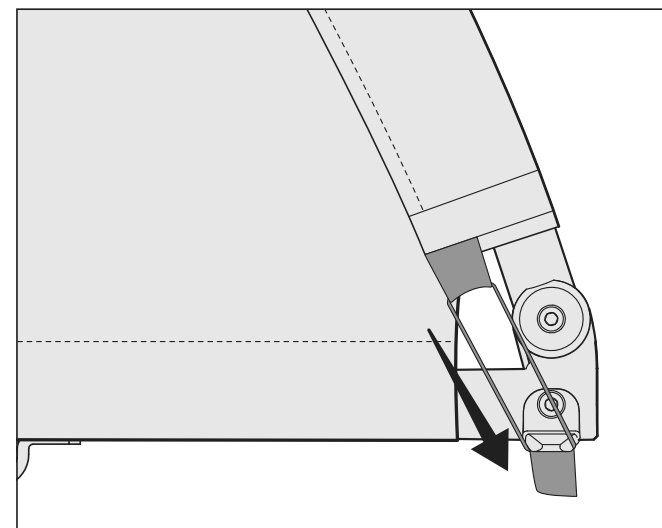

Figure 11
2. À l'arrière de la remorque, crochetez les boucles élastiques de la capote sur les boutons latéraux. (Figure 11)